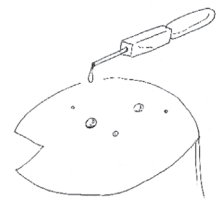

図1
- (1) スポイトの使い方を練習するため、シリコン製の型に水をこぼさないように入れます。スポイトを使いながら、指先を調整することで水玉の大きさが変わることや、スポイトの口を下にしたままでも水が落ちないことを知ることができます。
- (2) 植物の葉にスポイトで水滴を落とし、水玉になる様子を観察します（図1）。